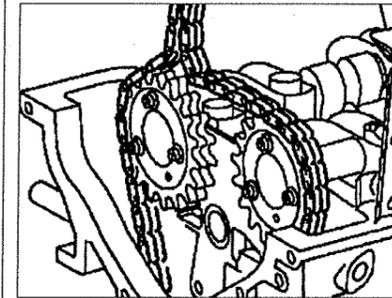

Рис. 2.18. После установки новой цепи отсоедините старую.
8. После установки новой цепи отсоедините старую цепь (см.рис.2.18).